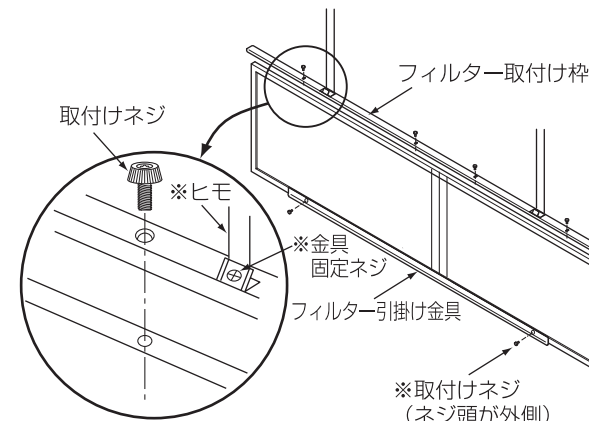
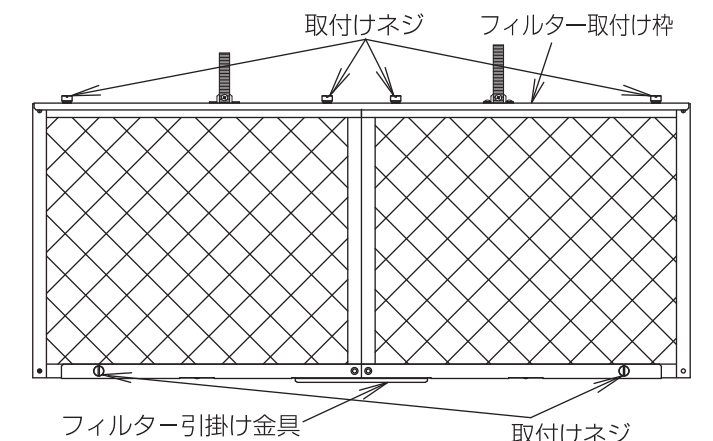

図4
図5
- フィルターと③フィルター引掛け金具を②取付けネジ (81TB, 83STBは2本、82TB, 84STBは4本使用) で固定してください。(図4, 図5)
- 1.で組立てたフィルターをフィルター取付け枠に②取付けネジ (81TB, 83STBは4本、82TB, 84STBは6本使用) で固定してください。(図4, 図5)
しっかりと取付けてください。(図5)
1. フィルター取付け枠にフィルターを固定している金具取付けネジ（81TB・83STBは4本、82TB・84STBは6本使用）を外してください。(図4)
2. フィルター引掛け金具にフィルターを固定している金具取付けネジ（81TB・83STBは2本、82TB・84STBは4本使用）を外してください。(図4)
3. フィルターの清掃時に取外した部品、ネジを付け忘れますとフィルター落下のおそれがあります。必ず元の位置にしっかりと取付けてください。(図5)